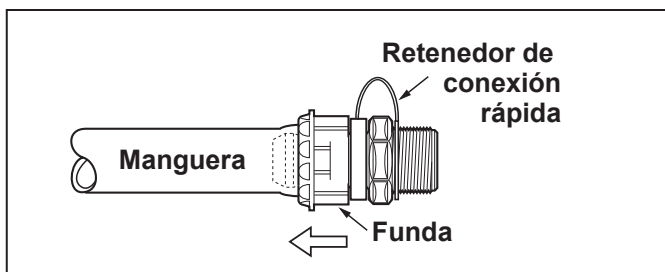

Figura 6. Instale el broche de retención
- Sosteniendo la manguera en su lugar, jale y gire la funda de la conexión rápida sobre la manguera, lo más lejos posible. Encaje el broche en su lugar. Véase Figura 6.
- NOTA** El broche de retención debe estar instalado. Si la funda no puede ubicarse sobre la conexión rápida para permitir que el broche de retención se deslice hasta su lugar, consulte la Figura 6. Humedezca la parte interior de la manguera con agua limpia y vuelva a intentarlo.
1. Verifique que la instalación sea correcta. Consulte la Figura 6.